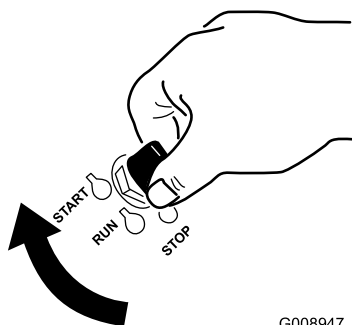

Figura 15
1. Gire la llave de contacto a la posición de Arranque (Figura 15). Cuando el motor arranque, suelte la llave.